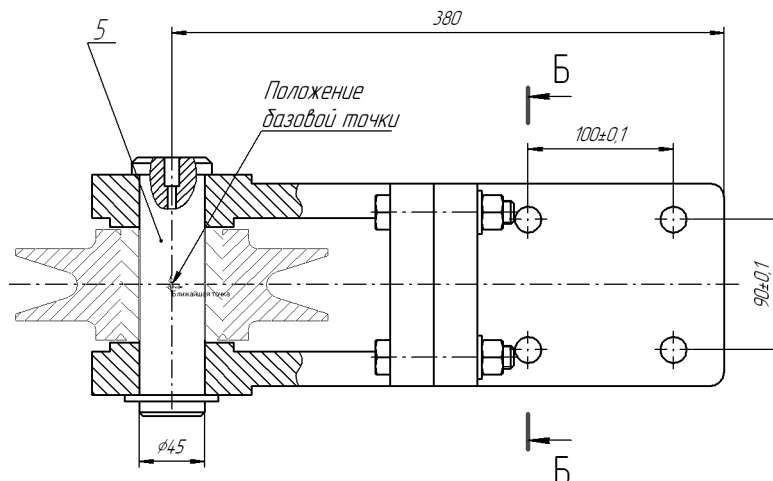

Рис. 53.25. Вставка объекта из буфера обмена
7.3. В ответ на запрос системы **Укажите положение базовой точки и задайте масштаб и угол поворота вставки** установите курсор в точку пересечения осевых линий, как это показано на рис. 53.25. После срабатывания глобальной привязки **Пересечение** щелчком мыши зафиксируйте точку.